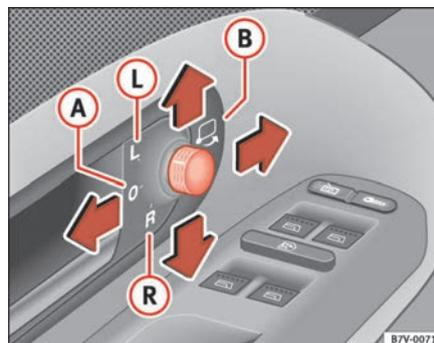

Fig. 81 Specchietto interno antiabbagliamento automatico
Questa funzione può essere attivata o disattivata premendo il tasto del retrovisore interno ⇒ fig. 81 ①. Quando è attiva si accende la spia ②. ■